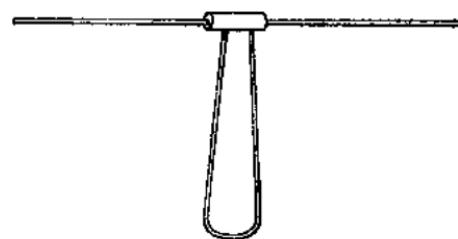

图 2
2. 机身：将细竹丝削成直径为 3~4 毫米或更细的长约 230 毫米细丝，再把它在酒精灯或蜡烛火焰上慢慢地烘烤(注意不要烧起来)，弯曲成“U”字形。在“U”字的两端蘸一些胶水后，插入两个小孔 B、C 内(如果两端太粗，可稍为削细)。再在竹管的两端分别也胶上约 90~100 毫米同样长度的两根细竹丝(图 2)。